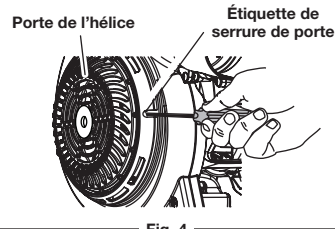

Fig. 4
1. Localisez le trou dans la porte de l'hélice. La languette de verrouillage de la porte se situe en arrière dans le trou à l'avant du souffleur (Fig. 4). Insérez un tournevis plat dans le trou et poussez sur la languette de verrouillage de la porte pour déverrouiller.